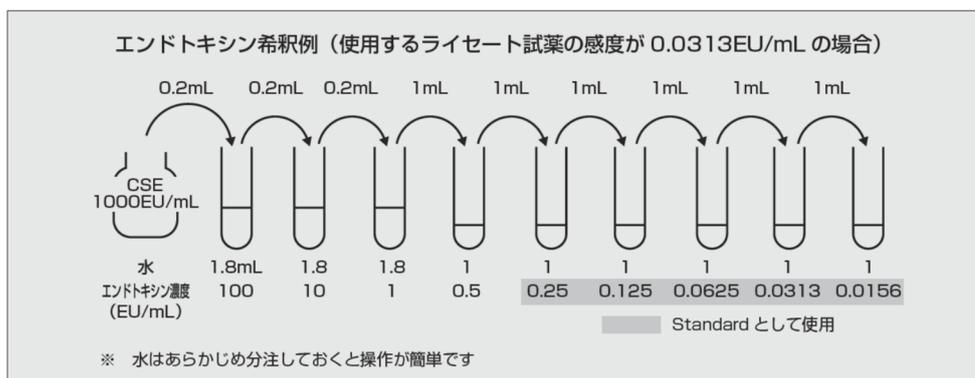

図1.エンドトキシン標準品の調製法
- (1) エンドトキシン標準品 1 バイアルをとり、1.0 mL 中にエンドトキシンを 10,000 エンドトキシン単位(EU)含む液となるようにマイクロピペット(エッペンドルフチップ付)を用いて滅菌バイアル 15 mL に移し替えた注射用水を加え、激しく振り混ぜて溶かす。エンドトキシン標準原液は、ただちに 2~8°Cで保存し、溶解後 14 日以内に用いる。
- (2) エンドトキシン標準原液の希釈を図 1 に従いマイクロピペット(バイオクリーンチップワコーエクステンド S 付)及び、リムルステストチューブ-S、アルミキャップ-Sを用いて行う。エンドトキシン標準品は、溶解後は、アルミキャップ-S で蓋をして 1 日以内に使用する。